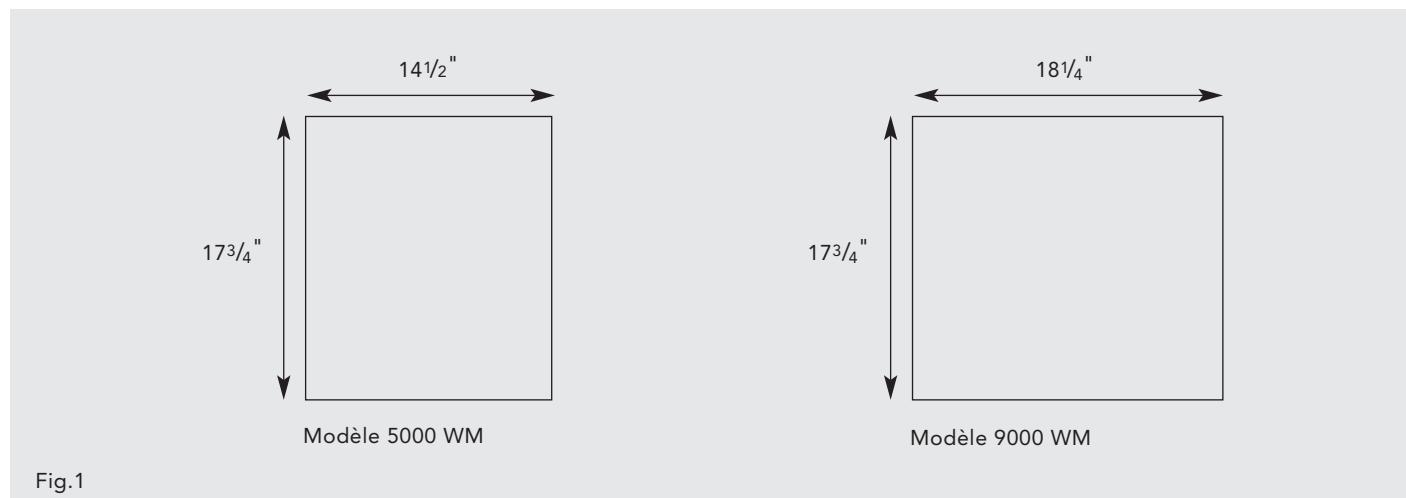

Fig.1
● La taille de l'ouverture qu'il convient de découper pour l'installation est présente sur la Fig. 1.
- Préparer l'ouverture dans le mur pour accueillir l'appareil, comme indiqué à la Fig. 1. En fonction de l'ossature murale,